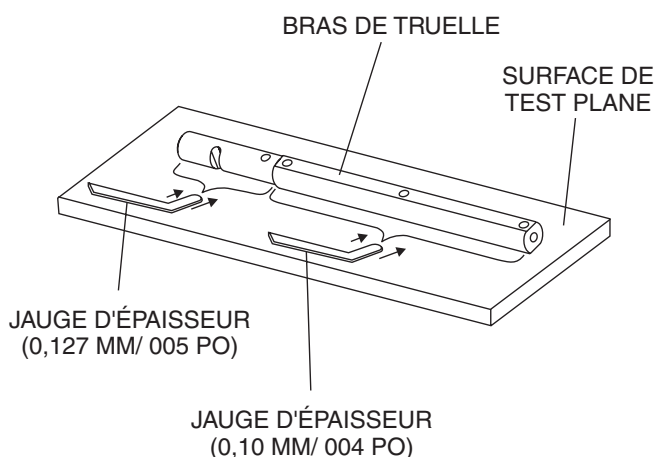

Figure 41. Vérifier la planéité du bras de truelle
2. Vérifier chacun des six côtés du bras de truelle (section hexagonale). Une jauge d'épaisseur de 0,10 mm (0,004 po) ne doit pas passer entre le méplat du bras de truelle et la surface de test, sur toute la longueur de la surface de test. (Figure 41) .